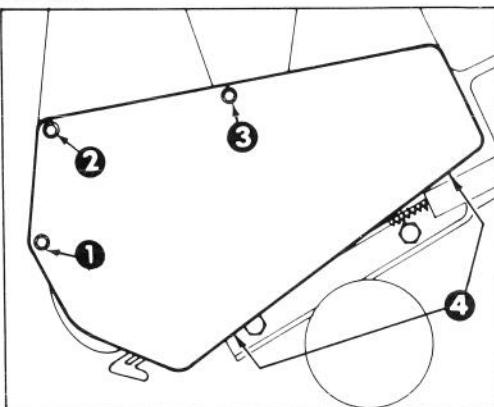

Figure 13
3. Faire basculer la déneigeuse sur son avant. Retirer les boulons de carrosserie et contre-écrous maintenant la lame racleuse (cf. fig. 13). Otez la lame racleuse en la faisant glisser vers la droite et vers le bas.
### REEMPLACEMENT DE LA COURROIE D'ENTRAÎNEMENT (Fig. 13 et 14)
2. Retirez les 3 vis autotaraudeuses, 2 boulons à tête, 1 rondelle, et 2 écrous qui fixent le couvre-courroie au châssis de la déneigeuse (Fig. 13). Mettez de côté le couvre-courroie.